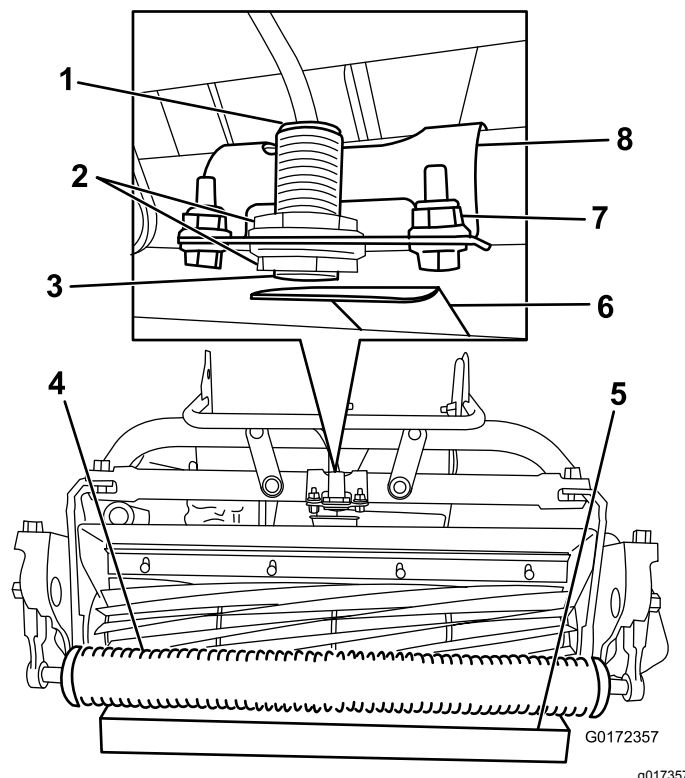

Bild 17
2. Lösen Sie die Klemmmutter am Sensor und stellen Sie den Sensor so ein, dass ein Gewinde unter der unteren Klemmmutter sichtbar ist (Bild 17).
4. Stellen Sie einen 3,8 cm dicken Block unter die Rolle an der Frontschneideinheit (Bild 17).
5. Lösen Sie die Befestigungen, mit denen die Sensorhalterung am Rahmen befestigt ist (Bild 17).
8. Drehen Sie die Sensorhalterung zur Zielplatte, bis die Lampe oben am Sensor aufleuchtet (Bild 17). Wenn sie bereits aufleuchtet, drehen Sie sie von der Zielplatte weg, bis sie ausgeht; drehen Sie sie dann in umgekehrter Richtung, bis sie wieder aufleuchtet.